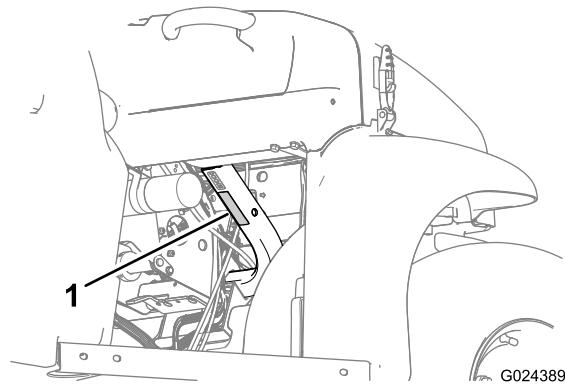

Figura 22
- Observe la capacidad de carga de la máquina y límite el peso de la carga transportada en la caja de carga, según se describe en Especificaciones \(página 19\) y en la etiqueta de peso bruto del vehículo de la máquina (Figura 22).